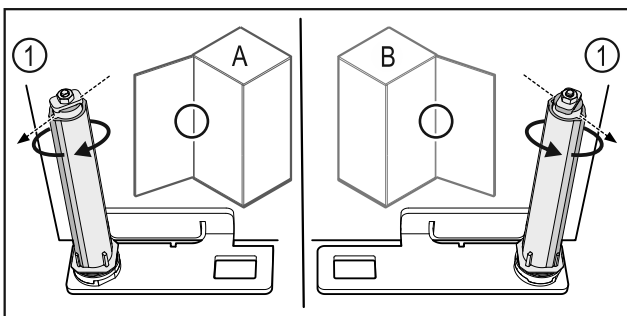

Fig. 56 Tope izquierdo (A) / tope derecho (B)
- Girar el sistema de cierre contra la resistencia hasta que el alma del sistema de cierre Fig. 56 (1) apunte hacia afuera.